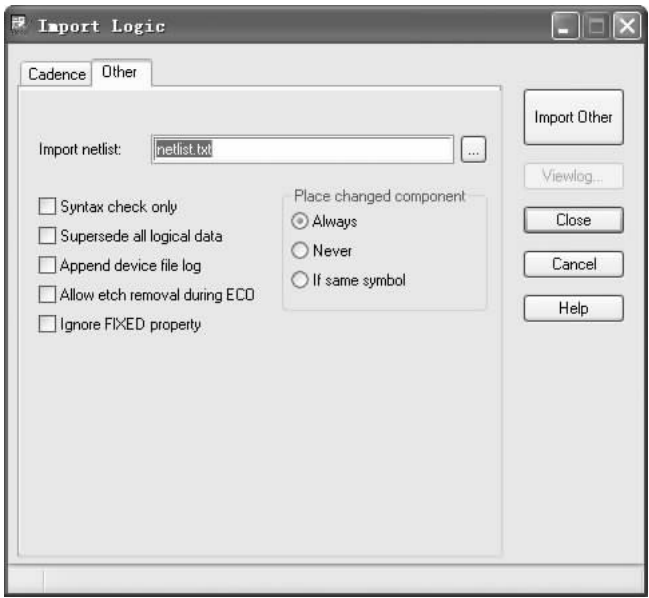

图 10-83 “Other”选项卡
5. 打开“Other”选项卡，弹出如图 10-83 所示的对话框，设置参数选项，导入在 Capture 里选择“Other”方式输出的网络表。